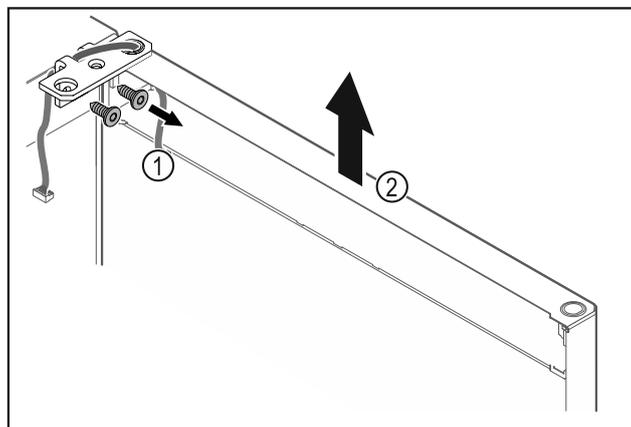

Fig. 23
- ▶ Odskrutkujte uholník závesu Fig. 23 (1).
- ▶ Zdvihnite dvere vrátane uholníka závesu Fig. 23 (2) cca 200 mm nahor a odoberte ich.